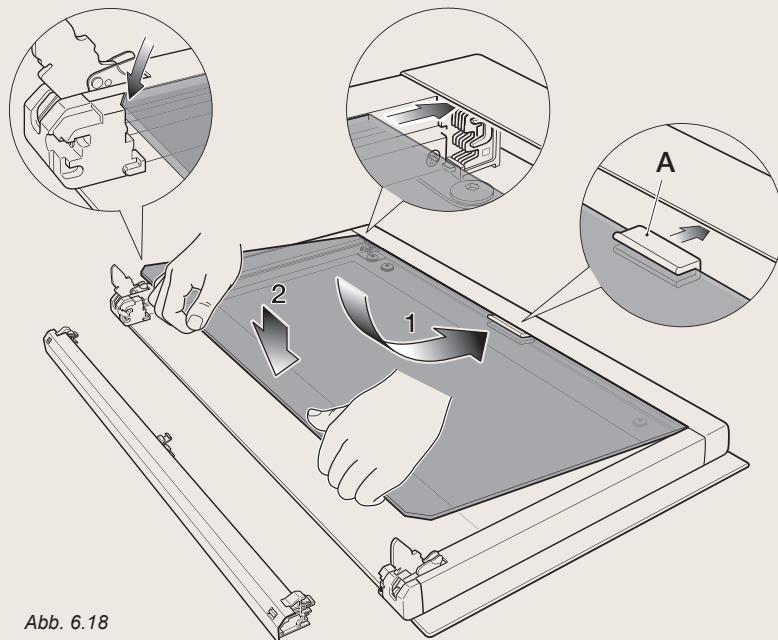

Abb. 6.18
- \* Prüfen Sie, ob die Dichtung "A" vorhanden ist (Abb. 6.18). Ist dies nicht der Fall muss die Dichtung an
1. Schieben Sie die innere Glasscheibe in die oberste Nut und drücken Sie vorsichtig darauf (Pfeil 1 in Abb. 6.18).
2. Senken Sie sie vorsichtig in ihre Position (Pfeil 2 in Abb. 6.18).